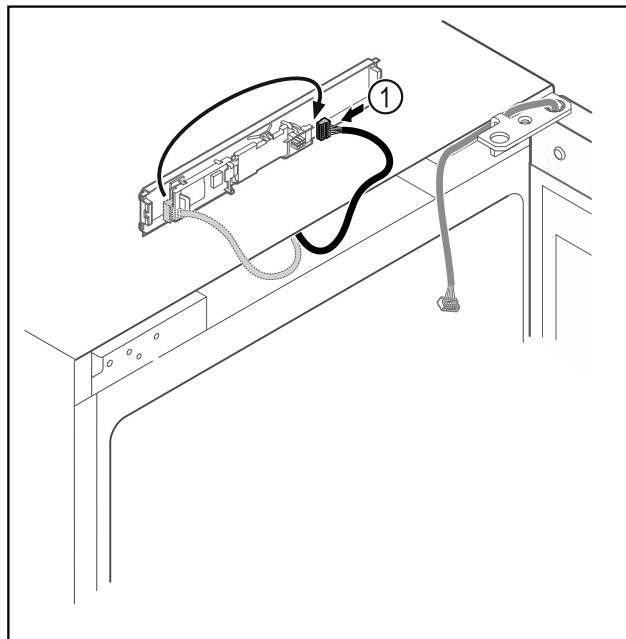

Fig. 14
- Schimbați poziția de introducere a fișei Fig. 14 (1) la placa electronică.